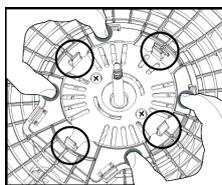

Figura 05
5. Pressionar a região central da Grade Traseira contra as travas do motor até ouvir um "clique" (Ver **figura 05**).